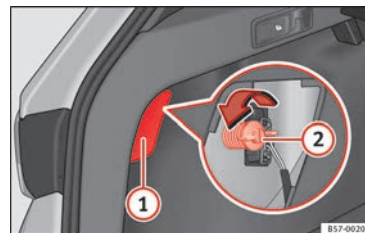

Fig. 111 Coffre à bagages : accès à la vis de fixation du feu arrière.
3. Enlevez le cache à l'aide du tournevis à tête plate au niveau de l'évidement » fig. 111 ①.
5. Dévissez à la main ou à l'aide d'un tournevis la vis de fixation du feu » fig. 111 ②.